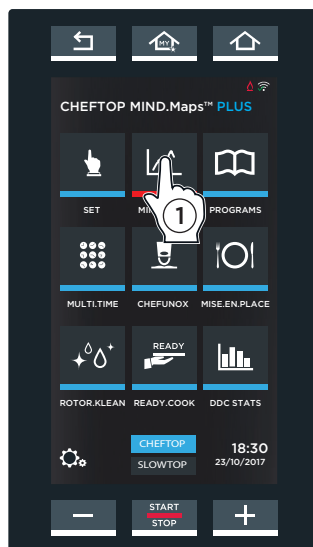

fig. MM1
- 1 Raak het pictogram voor een "NIEUWE MINDMAP" aan (**fig. MM1**).